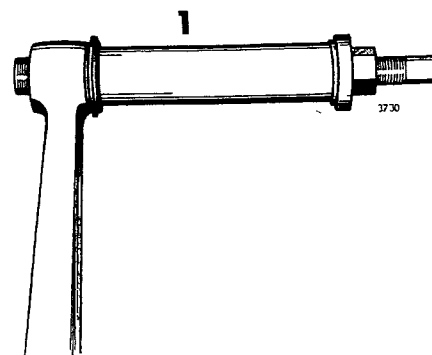

Fig 13–22. Demontering av bärhjulsaxel
6. Pressa loss hjulaxeln, se fig 13–22. Ansätt verktyget mot den expanderande tätningens hållare. På detta sätt pressas även hållaren av axeln.